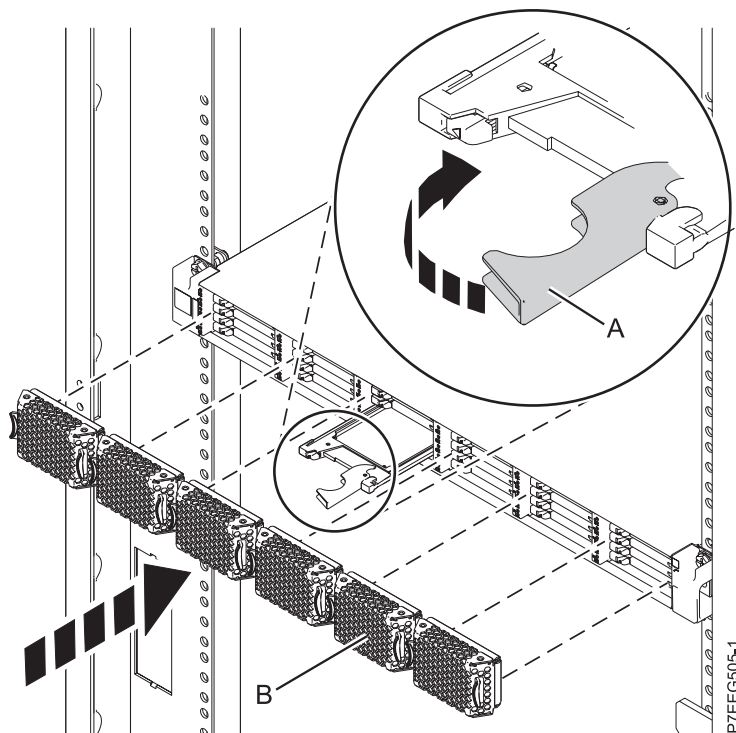

Figura 20. Substitució d'una unitat d'estat sòlid a Allotjament d'emmagatzematge EDR1 PCIe.
4. Quan el LED d'identificació de la unitat d'estat sòlid parpellegi, feu lliscar tota la unitat d'estat sòlid cap a Allotjament d'emmagatzematge EDR1 PCIe fins que quedi ben encaixada. A continuació, feu girar la nansa (A) fins a la posició de bloqueig. Consulteu Figura 20 a la pàgina 31.
5. Instal·leu la tapa bisellada (B).